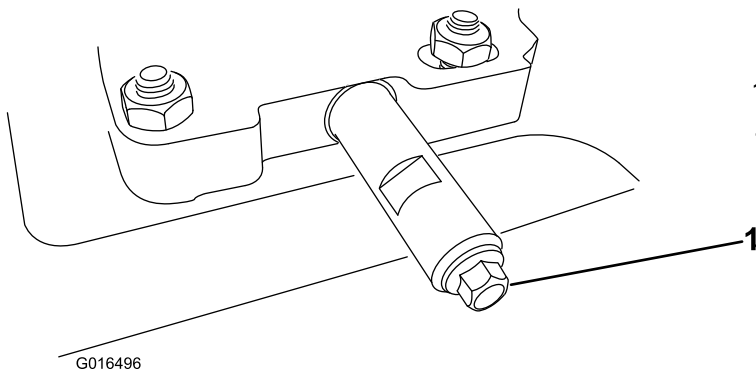

Figura 32
2. Pulite l'area attorno al tappo di spurgo dell'olio (Figura 32).